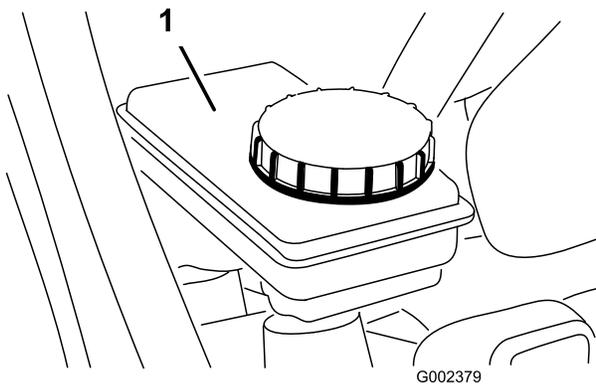

Рисунок 23
2. Уровень жидкости должен доходить до линии Full (ЗАПОЛНЕНО) на резервуаре (Рисунок 23).